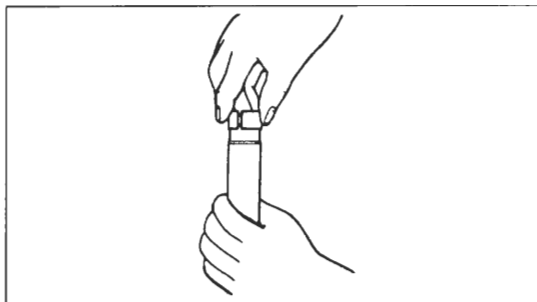

Bild 313
- Falls demontiert, Nylon-Kolbenring von Hand auf Dämpferstange anbringen (Bild 313).